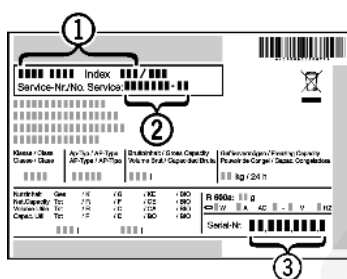

Fig. 7
- A készülék megnevezését *Fig. 7 (1)*, a szerviz- *Fig. 7 (2)* és sorozatszámot *Fig. 7 (3)* a típustábláról olvassa le. A típustábla a készülék belsejében baloldalon található.
- ▶ Érttesítse a vevőszolgálatot a hibáról, és adja meg nekik a készülék megnevezését *Fig. 7 (1)*, a szerviz- *Fig. 7 (2)* és a sorozatszámot *Fig. 7 (3)*.